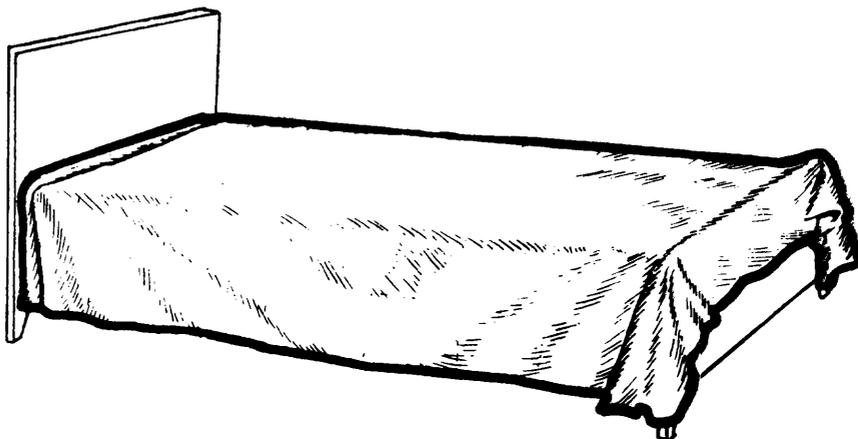

Fig. 12
2) La sábana debe ser colocada de modo que los laterales caigan iguales (fig. 12).